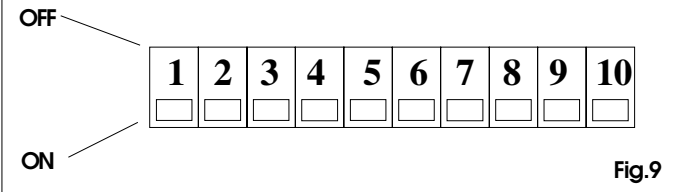

Fig.9
**5.4. PROGRAMACIÓN DE LOS MICROINTERRUPTORES (fig.9)**